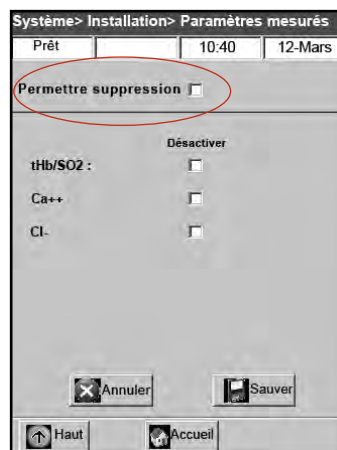

Figure H-11 : Écran "Système> Configuration> Paramètres mesurés"
4. Sélectionnez "**Autoriser les cases laissées vides**" (Figure H-11). Cette option met hors fonction les paramètres sélectionnés et désactive la réalisation de la mesure correspondante. Elle permet également de supprimer l'impression d'un paramètre mesuré sur le rapport après qu'une analyse ait été effectuée.